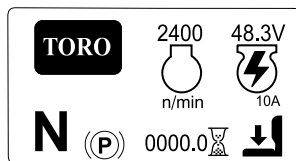

Bild 20
- **Hauptinformationsbildschirm (Bild 20):** Zeigt aktuelle Maschineninformationen an, während der Schlüssel in der Stellung EIN ist.